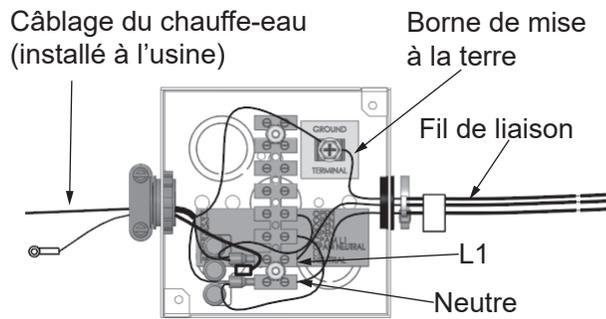

Figure 43. Câblage électrique - Boîte de jonction
Le fil de phase (« chaud ») de 120 V c.a. provenant de l'alimentation électrique se raccorde au fil volant noir ou à la borne « L1 » dans la boîte de jonction et le fil de neutre 120 V c.a. se raccorde au fil blanc ou à la borne « Neutre » dans la boîte de jonction pour assurer une polarité correcte. Voir **Figure 43** (page 40).
4. Envelopper le serre-fils et l'extrémité du fil de ruban isolant. Voir la boîte de jonction illustrée à la **Figure 43** et le schéma de câblage illustré à la **Figure 55** (page 79).
5. Raccorder le fil de neutre 120 V c.a. provenant de l'alimentation électrique au fil volant blanc ou à la borne « Neutre » dans la boîte de jonction située sur le dessus du chauffe-eau. Si le fil blanc est utilisé, faire le raccordement à l'intérieur de la boîte de jonction avec un serre-fils de bonne dimension et enrouler du ruban isolant autour du serre-fils et de l'extrémité du fil. Voir la boîte de jonction illustrée à la **Figure 43** et le schéma de câblage illustré à la **Figure 55** (page 79).
6. Raccorder le fil de terre provenant de l'alimentation électrique à la cosse de mise à terre à l'intérieur de la boîte de jonction. Voir la boîte de jonction illustrée à la **Figure 43** et le schéma de câblage illustré à la **Figure 55** (page 79).